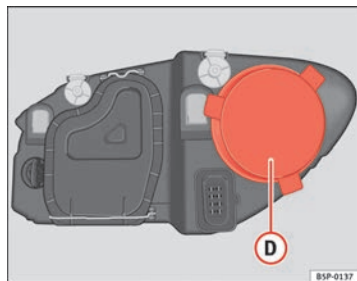

Abb. 185 Standlicht
- Den Deckel => Abb. 185 **D** abziehen.